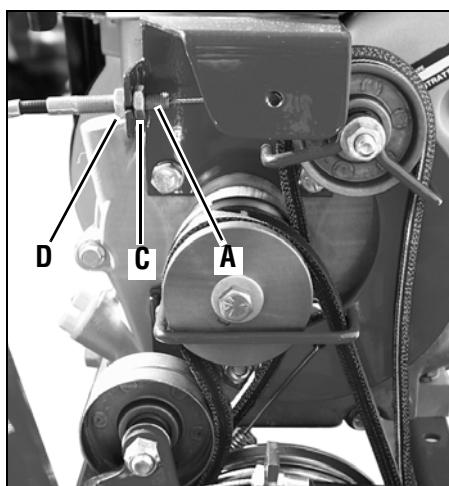

Figura 5-6: Mueva el ajustador rosado (A) hacia la izquierda para aumentar la tensión de la correa.
5. Suelte la perilla de control de embrague de marcha atrás y luego desenrosque la contratuerca interior (C, Figura 5-6) de una a dos vueltas. Tire del ajustador de cable rosado (A, Figura 5-6) hacia la izquierda hasta que la contratuerca interior (C) toque la ménsula.
6. Evite que la contratuerca interior (C) gire y ajuste la contratuerca exterior (D) contra la ménsula. Evite que la contratuerca exterior (D) gire y ajuste la contratuerca interior (C) contra la ménsula.